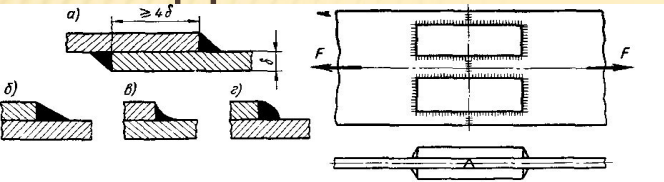
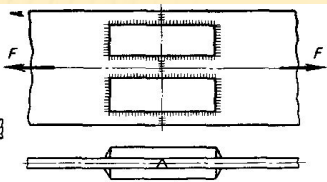
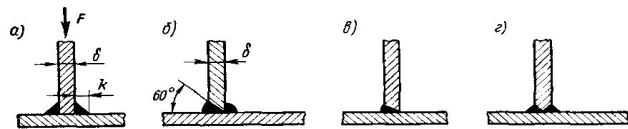

Рис. 3.2
Рис. 3.3
Рис. 3.5
В зависимости от расположения соединяемых частей различают следующие виды сварных соединений: *стыковые* (рис. 3.1, а... е), *нахлестанные* (рис. 3.2, а...г), *с накладками* (рис. 3.3), *угловые* (рис. 3.4, а ..е), *тавровые* (рис. 3.5,а...г).
*односторонними* с *подваркой* с *другой стороны* (а,в,е); *односторонними* со *стальными привариваемыми* или *медными отъемный подкладками* с *другой стороны* (б, г) и *двусторонними* (д). Угловые швы по форме подготовленных кромок деталей различают: *без скоса кромок* (см. рис. 3.2- 34 о б- 35 а) *со скосом одной кромки* (см. рис. 3.4, в; 3.5, б, в) и *со скосом двух кромок* (см. рис. 3.5,г). По характеру выполнения они бывают-*односторонние* (см. рис.3.4,а,«; 3.5,в) и *двусторонние* (см. рис. 3.2 в- 346-3.5, в, б, г).